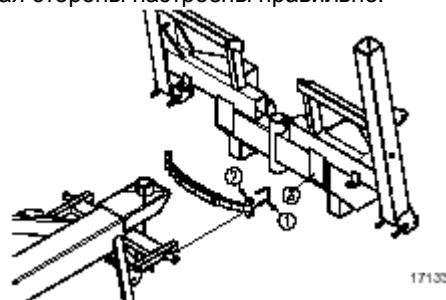

Рисунок 3-8
Пластинчатая пружина расположена прямо перед вертикальным шкворнем. См. Рисунок 3-8. Пружина предназначена для обеспечения достаточного усилия для поддержания сцепки в ровном и устойчивом положении при повороте в конце поля и для дополнительной устойчивости при сеянии в грубых полевых условиях. Правильная настройка пластинчатой пружины важна для плавной работы прицепного оборудования.
См. Рисунок 3-8, который поможет вам правильно настроить пружину. Выровняйте хвостовик по отношению к транспортной раме и отрегулируйте U-образные болты 3/8" (1) с каждой стороны так, чтобы ролики пластинчатой пружины (2) слегка касались подкладок для роликов (3) на транспортной раме. Убедитесь в том, что как правая, так и левая стороны настроены правильно.